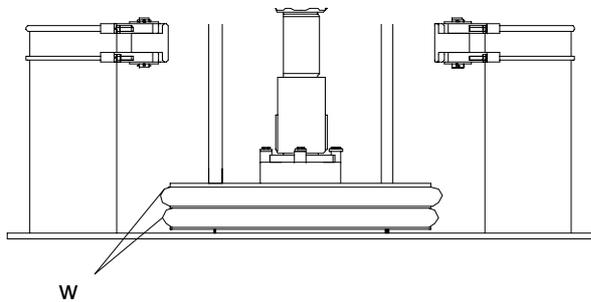

Fig. 5
- a. Coloque los rascadores de manera que los empalmes queden separados 180° (Fig. 5).